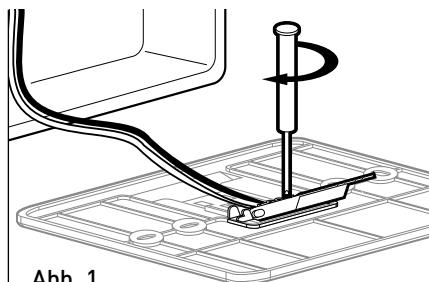

Abb. 1
- vor dem Anschluss der Kabel an der Basis der Systemschnittstelle, schieben Sie die Schutzlasche der klemmen und heben Sie diese dann an [Abb. 1],